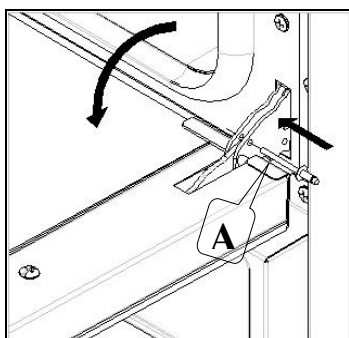

Рис. 4
- вставить в отверстия “А”, находящиеся на двух шарнирах, соответствующие штифты, имеющиеся в приложении (Рис. 4);